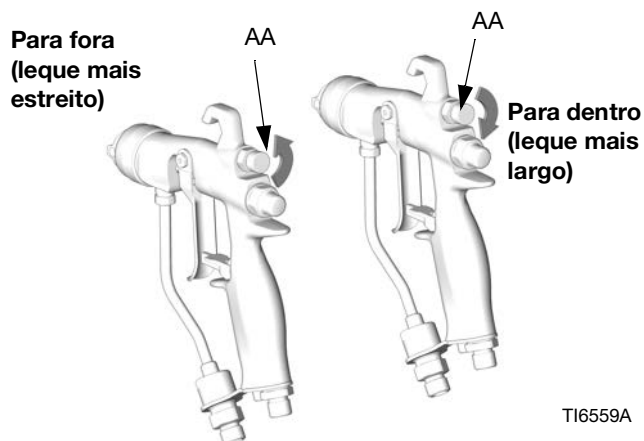

FIG. 5. Botão do Leque de Ar
1. Consulte a FIG. 5. Feche o ar de regulação do leque, rodando o botão (AA) totalmente no sentido dos ponteiros do relógio (para dentro). Deste modo a pistola é regulada para o leque mais amplo.
3. Consulte a FIG. 5. Para um leque mais estreito, rode o botão da válvula de regulação do leque (AA) no sentido contrário ao dos ponteiros do relógio (para fora). Se o leque ainda não for suficientemente estreito, aumente ligeiramente a pressão do ar para a pistola ou utilize um bico de tamanho diferente.